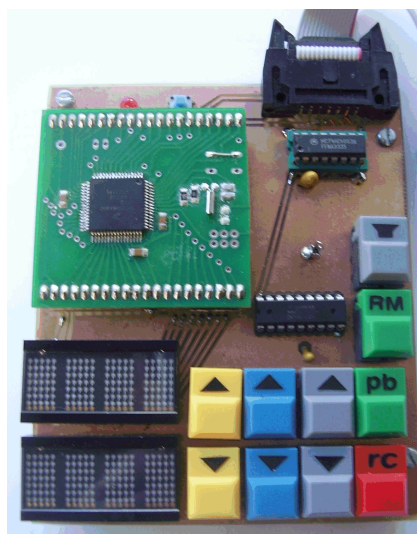

Abbildung 1: Breadboard-Terminal
*Manchmal ist ein Laptop zu unförmig. Nicht für die Entwicklung, wohl aber für den Betrieb, reichen einige farbige Funktionstasten und ein Display für die Steuerung von Geräten (Abb. 1).*